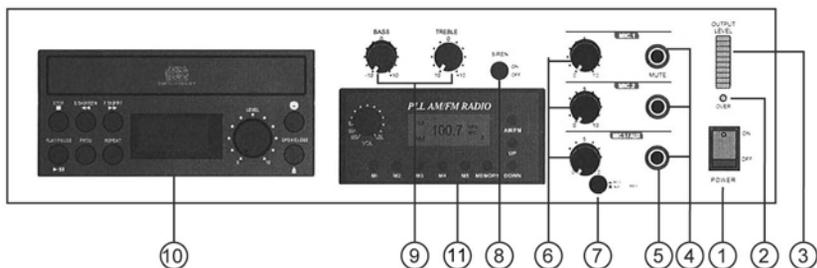

fig.1
- a. Premendo il tasto di accensione (fig.1 rif.10) il display si accende e il lettore è pronto.